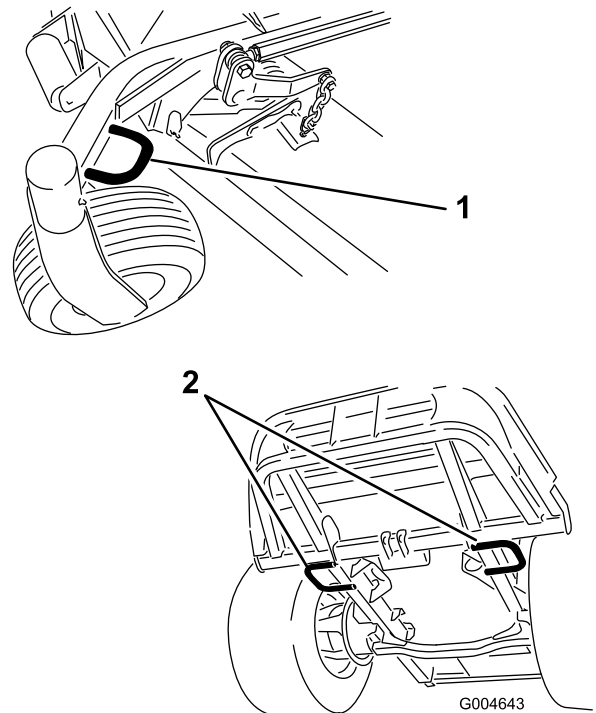

Bild 40
- Befestigen Sie die Maschine mit den gesetzlich vorgeschriebenen Riemen, Ketten, Kabeln oder Seilen am Anhänger (Bild 40).